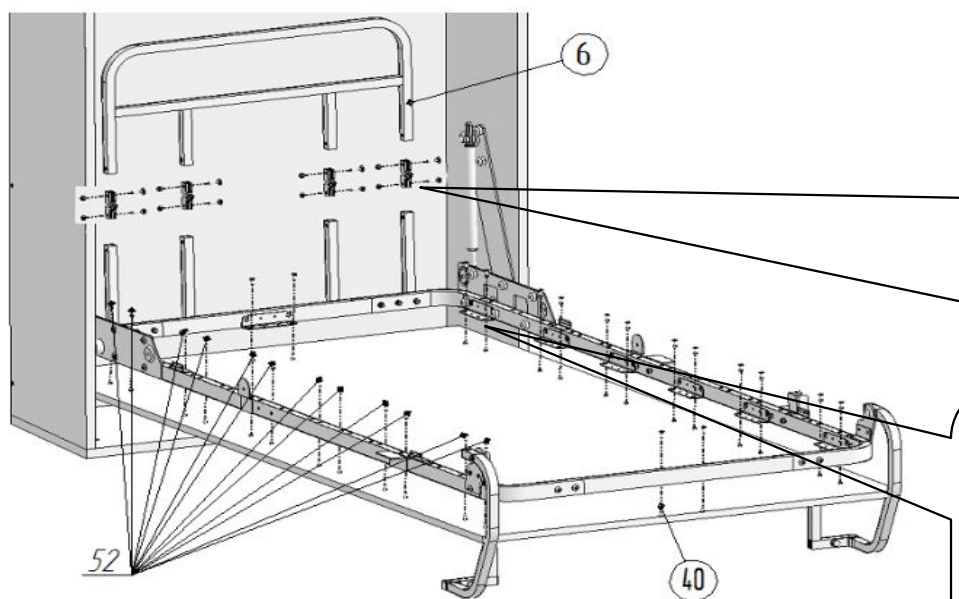

Рис.9.1
11. Установить шарниры поз. 11 в бортик поз.6 и стойки бортика поз.9 (рис.9.1 и 9.2). Закрепить, используя Винт М6х25 поз.16, гайку М6 со стопорным кольцом поз.23. Присоединить стойки бортика поз.9 к стойкам со вкладышем поз.9А в соответствии с рисунком 9.2, используя Винт М6х25 поз.16, гайку М6 со стопорным кольцом поз.23.
Окончательно закрепить декоративные щиты на раме, используя саморезы Ø4x16 поз.52 (рис.9.1).